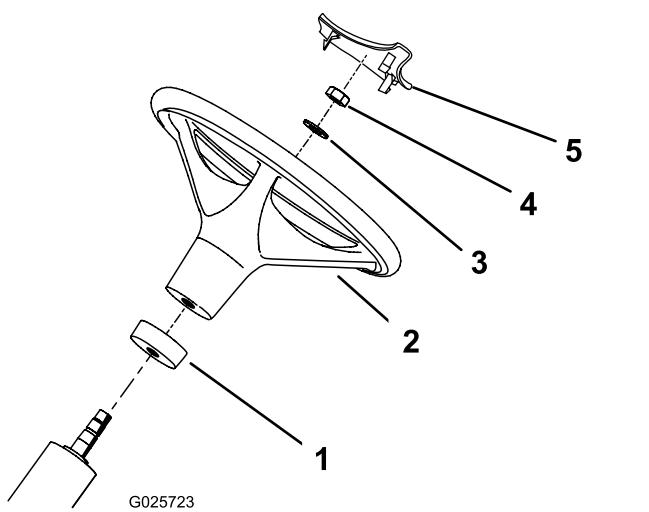

Bild 2
2. Schieben Sie den Schaumkragen auf die Lenkrolle (Bild 2).
3. Schieben Sie das Lenkrad auf die Lenkrolle (Bild 2).
4. Befestigen Sie das Lenkrad mit einer Scheibe und Sicherungsmutter an der Lenkrolle (Bild 2).
6. Drücken Sie die Abdeckung für das Lenkrad in der richtigen Position auf das Lenkrad (Bild 2).